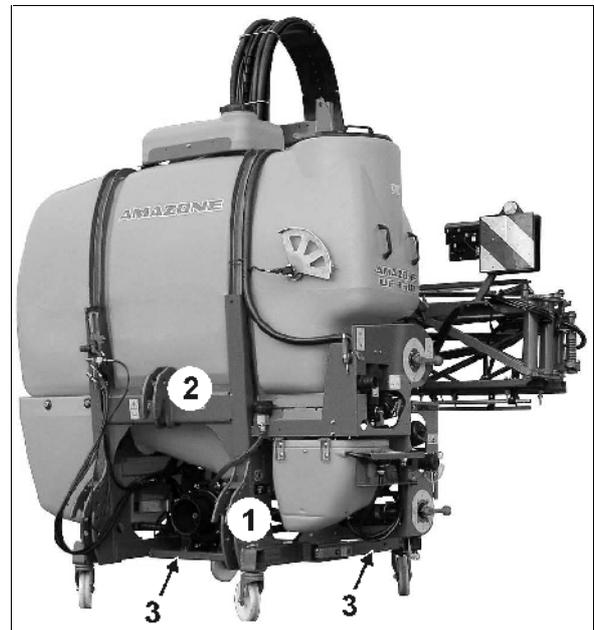

Fig. 78
1. Acoplar el rociador al sistema hidráulico posterior de tres puntos del remolcador. Die Fijar el brazo inferior del tractor contra la tuerca que le corresponde (Cat. II) (Fig. 78/1) befestigen.
2. Enchufar y asegurar la barra conductora superior con los pernos enchufables Cat. II (**UF 1501**) (Fig. 78/2) o. Cat. III (**UF 1801**).
4. Introducir y fijar ambos soportes de estacionamiento (Fig. 78/3).